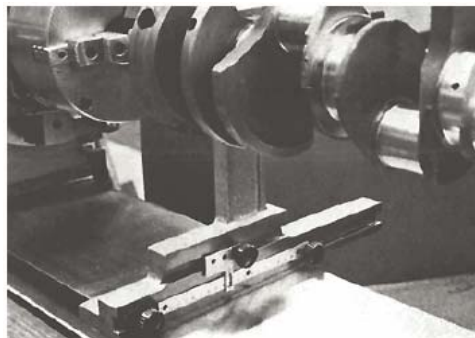

рис. 31
7. Установите приспособление для предварительной установки положения шатунной шейки к первой из них так, чтобы V-образный паз коснулся шейки (см. рис. 31).